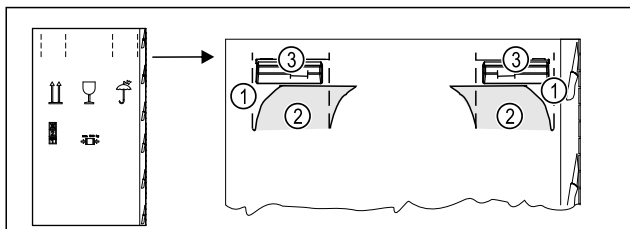

Fig. 4
- ▶ Vtlačte obalový karton nahoře na perforaci Fig. 4 (1).
- ▶ Vytáhněte vtlačené spojky Fig. 4 (2).
- ▶ Pravá a levá rukojeť Fig. 4 (3) je viditelná.
- ▶ Držte spotřebič za rukojeti Fig. 4 (3).